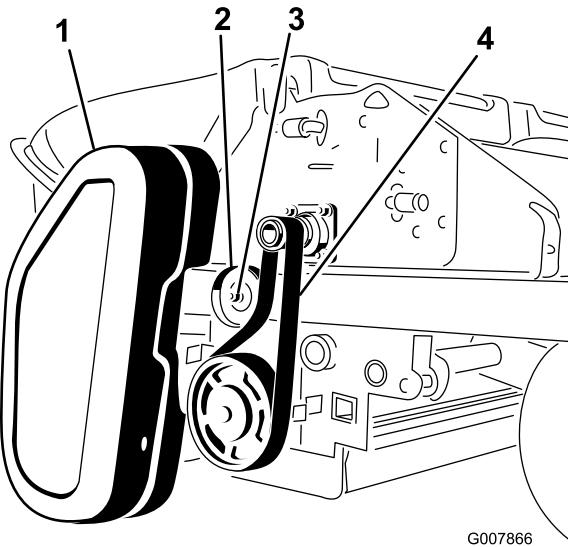

Figura 60
1. Retire a cobertura da correia (Figura 60).
2. Desaperte a porca na polia intermédia (Figura 60).
3. Deslize a correia para fora do eixo do cortador e polia da escova (Figura 60).